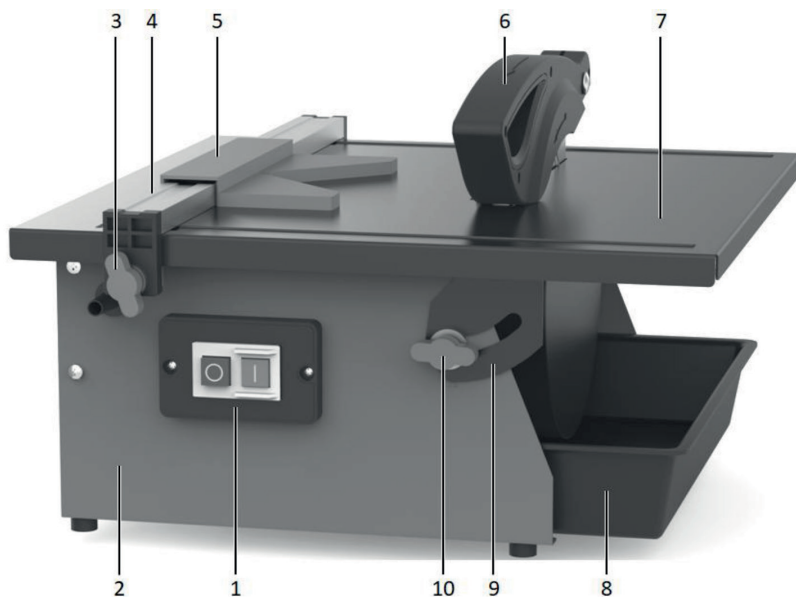
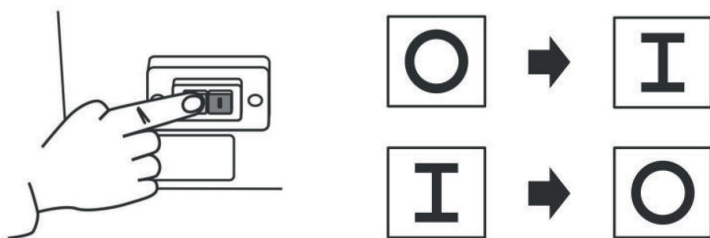

Рис. 1
Рис. 3
Установите кронштейн защитного кожуха и закрепите его штатными винтами. Установите защитный кожух (6) (Рис. 1) на кронштейн и надёжно затяните крепёж. Убедитесь, что кожух закрывает верхнюю часть алмазного диска и не касается диска при его вращении.
Перед началом работы установите поддон для воды (8) (Рис. 1) и наполните его чистой водой до уровня между отметками MIN и MAX.
Перед включением убедитесь, что алмазный диск свободно вращается, защитный кожух установлен, упоры закреплены, в поддоне имеется достаточное количество воды, а выключатель (1) (Рис. 1) находится в положении «0» (Рис. 3).
Для включения станка нажмите кнопку выключателя с обозначением «I» (Рис. 3). Дождитесь выхода диска на рабочую скорость.
5. Включите станок выключателем (1) (Рис. 1) и дождитесь выхода алмазного диска на рабочую скорость.
1. Установите на параллельный упор (4) угловой упор (5) (Рис. 1).